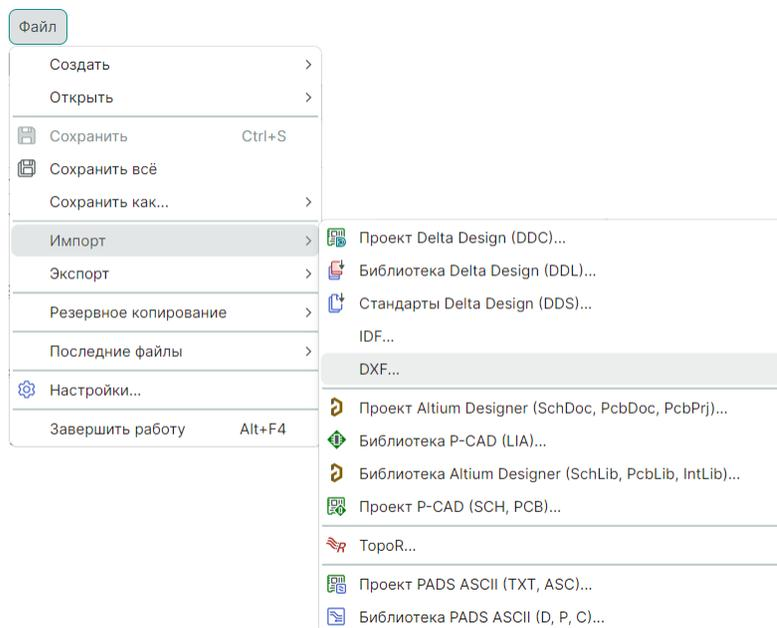

Рис. 77 Вызов импорта из главного меню
1. Воспользуйтесь механизмом «drag-and-drop» и перетащите файл DXF из локального месторасположения в рабочую область редактора чертежей или используйте раздел главного меню «Файл» → «Импорт» → «DXF», см. Рис. 77.